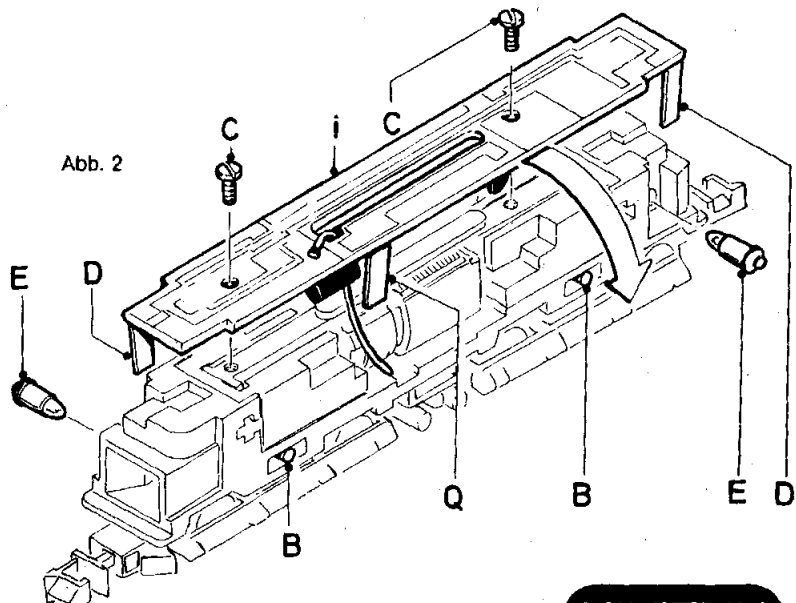

Abb. 2
### Lämpchenwechsel (Abb. 2)
**Austausch der Drehgestelle** (Abb. 2 und 3)